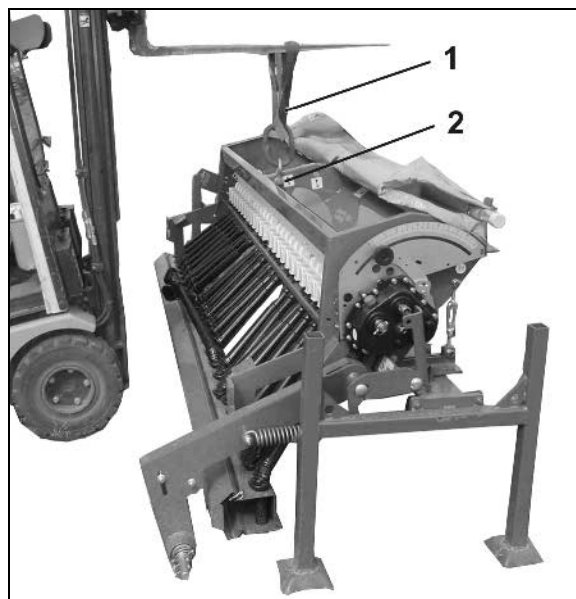

Fig. 23
2. Häng fast maskinen (Fig. 23/1) med lyftstroppen i lyftverktöget.
Använd de markerade lyftpunkterna (Fig. 23/2) på maskinen!